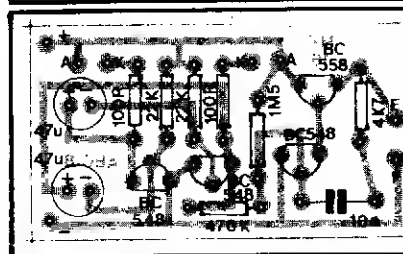
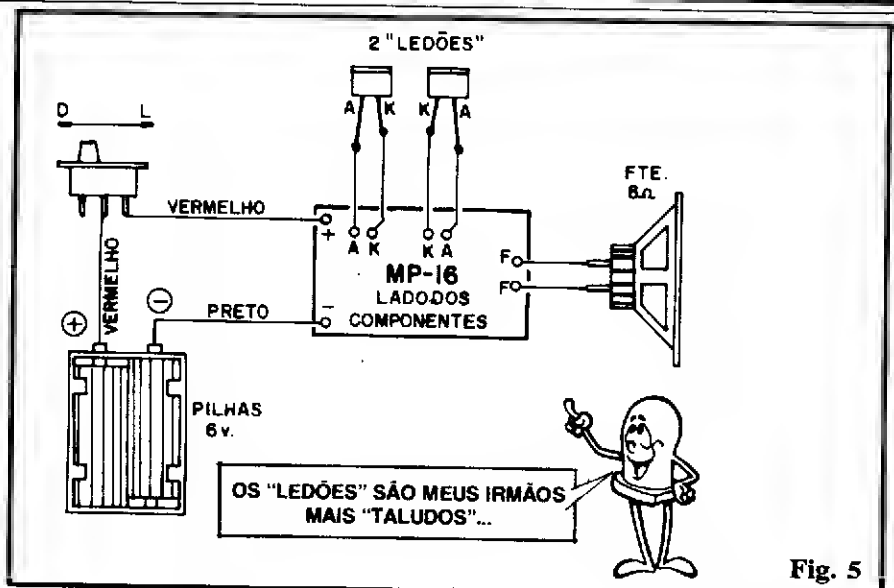

Fig. 4
Fig. 5
- FIG. 4 - O "outro lado" (não cobreado...) da placa, já com todas as principais peças posicionadas. É o que chamamos em ABC de "chapeado" (essa é uma denominação "arqueológica", que vem dos tempos das montagens em enormes e pesados chassis metálicos, com pontes de terminais...). ATENÇÃO às posições (e códigos...) dos transístores, polaridade dos capacitores eletrolíticos e valores dos resistores. Notar a existência (e codificação...) das ilhas periféricas, destinadas às conexões externas (detalhadas na próxima figura). Seguir rigorosamente **todas** as recomendações quanto às boas técnicas de soldagens e trabalhos em Circuito Im-
- **FIG. 5** - Conexões externas à placa. Esta ainda é vista pelo lado não cobreado. Os componentes sobre a placa não são mostrados, para "limpar a área" (ver fig. 4, se ficarem dúvidas...). O importante aqui é observar a identificação dos terminais dos LEDs e a polaridade da alimentação, codificada pelas cores dos fios provenientes do suporte de pilhas (ATENÇÃO à chave interruptora intercalada): **vermelho** para o **positivo** e **preto** para o **negativo**, como é norma... Quanto ao comprimento dos fios que ligam as peças externas à placa, lembrar que as dimensões devem ser justamente as necessárias, sem "sobras" (e obviamente - sem "faltas"...). Não tem nada mais "feio" (e gerador de problemas eletro-mecânicos...) do que aquelas montagens com enormes "fiozões" pendurados pra todo lado. O senso estético e a organização visual são também importantes em Eletrônica... Entre duas montagens, ambas funcionais, porém uma "arumadinha" e outra "feiona", preferimos sempre a mais bonita, que de feio já chega o nosso saldo bancário...